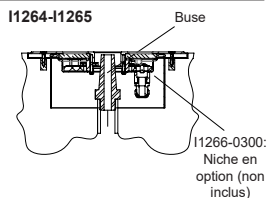

Fig. 2
3.2 - Projecteur encastré (Fig.2):